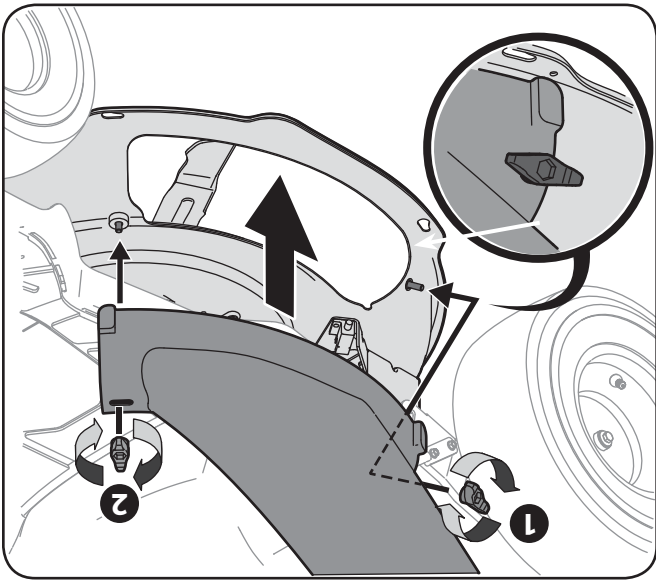

Figure 4-7
Installez la goulotte sur le plateau de coupe du tracteur en abaissant la goulotte sur les boulons de montage du plateau, comme illustré sur la Figure 4-7.
10. Fixez le boulon de montage arrière à l'aide d'un écrou papillon (1) et fixez ensuite le boulon de montage avant à l'aide d'un deuxième écrou papillon (2). Voir Figure 4-7.